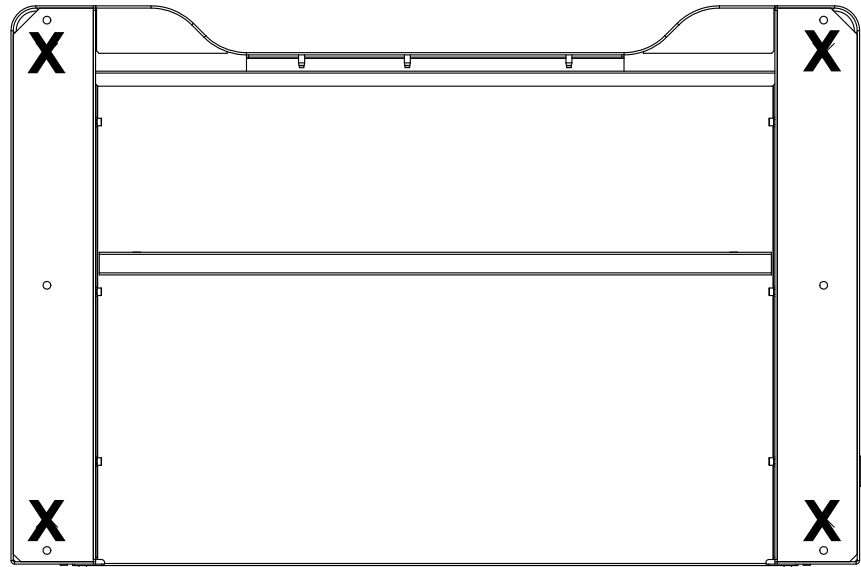

図 26. フレーム脚の位置を示すフレームの裏側
7. フレームを出荷用スキッドにボルトで固定するために、取り外したフレーム脚の位置を確認します。フレーム ベースの後部にある管状ブラケットを取り外し、フレーム脚を 85 ページの図 26 で示した位置に取り付けます。